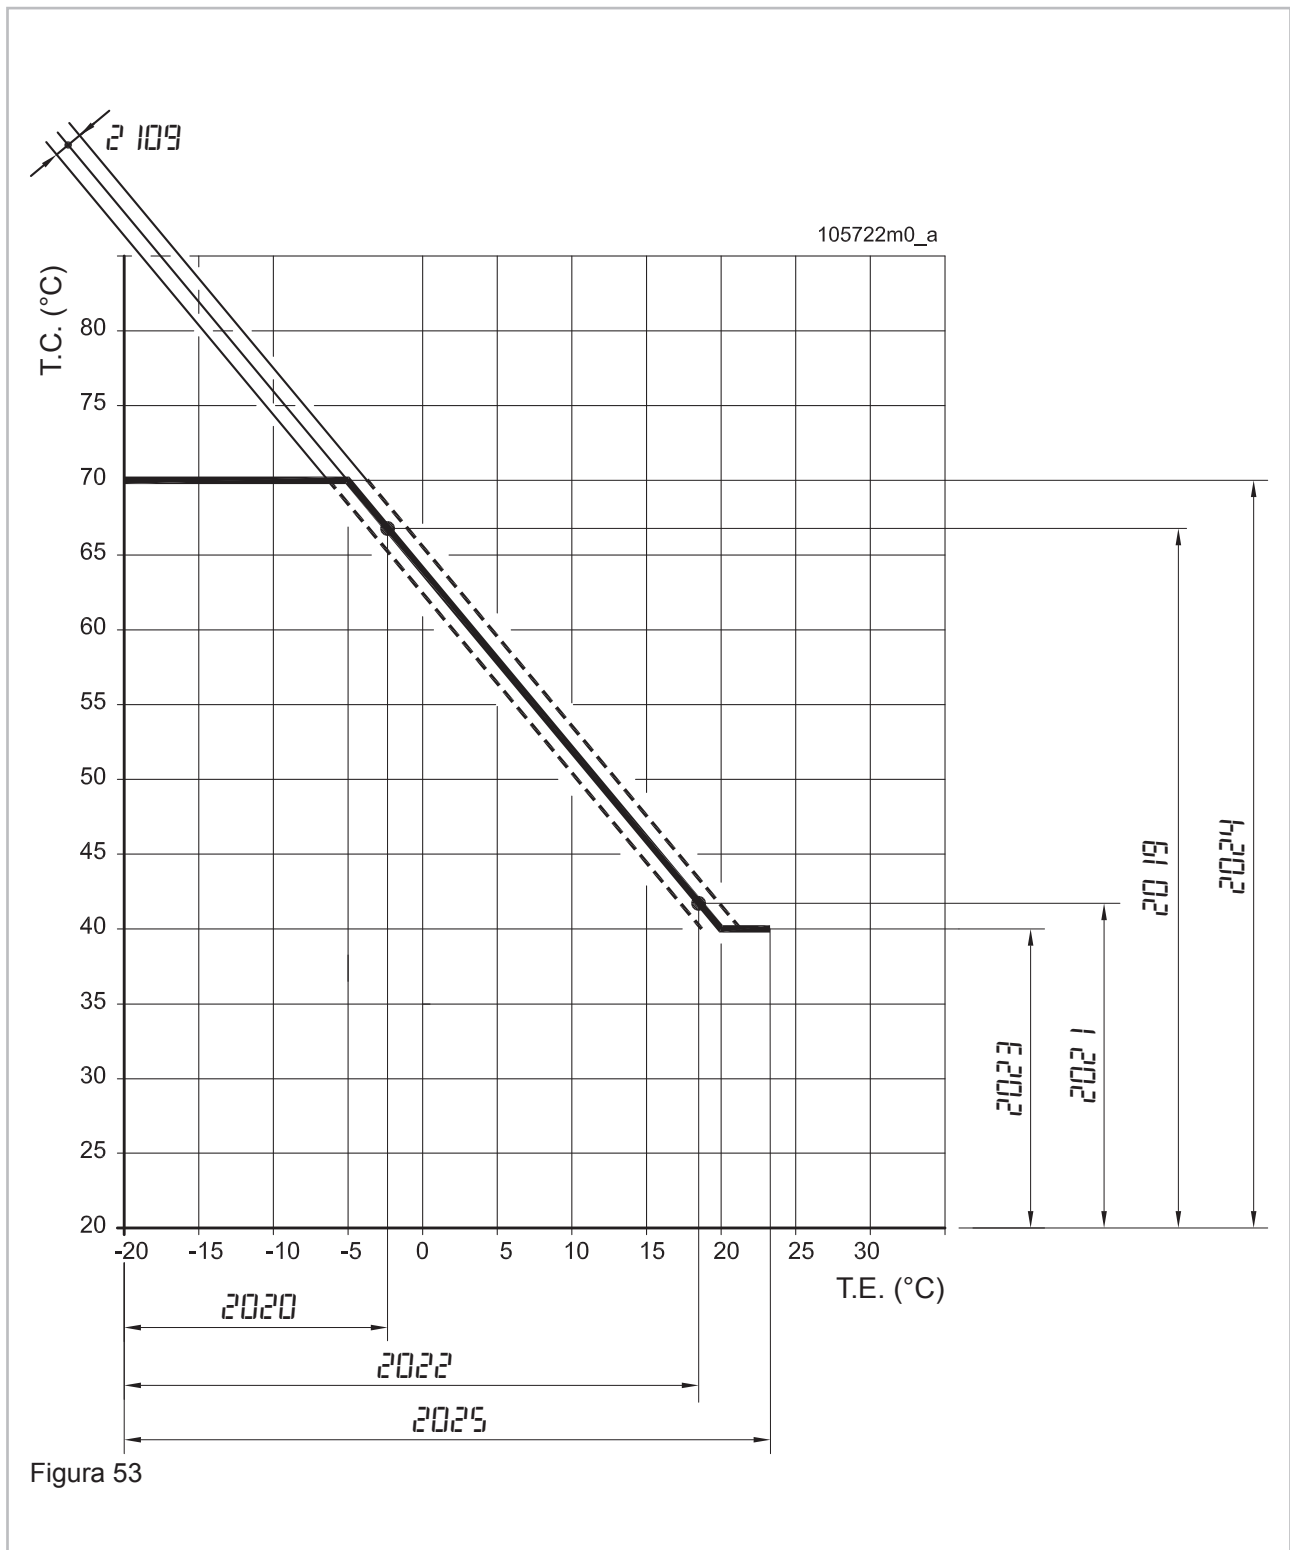

Figura 53
- **2001 = 01**; "Regolazione climatica con TA": Sul display compare l'icona , la temperatura di mandata al riscaldamento viene regolata automaticamente dal sensore della temperatura esterna secondo l'algoritmo corrispondente alla Figura 53. L'apertura e chiusura del termostato ambiente ferma od avvia corrispondentemente la pompa dell'apparecchio. Quando la temperatura esterna sale oltre il valore impostato nel parametro **2025** (Temperatura primaverile di fermo riscaldamento) il servizio riscaldamento termina. Si riavvia automaticamente quando la temperatura esterna scende nuovamente al di sotto del valore impostato nel parametro **2025**. Sarà possibile fare piccole correzioni della temperatura di mandata attraverso il parametro **2109**, come visualizzato in Figura 53.
- **2001 = 02**; "Regolazione climatica con compensazione da TA": Sul display compare l'icona , la temperatura di mandata al riscaldamento viene regolata automaticamente dal sensore della temperatura esterna secondo l'algoritmo corrispondente alla Figura 53. L'apertura del termostato ambiente riduce di un valore impostato nel parametro **2028** la temperatura di mandata al riscaldamento. La pompa dell'apparecchio rimane sempre in funzione. Quando la temperatura esterna sale oltre il valore impostato nel parametro **2025** (temperatura primaverile di fermo riscaldamento), il servizio riscaldamento termina. Si riavvia automaticamente quando la temperatura esterna scende nuovamente al di sotto del valore impostato nel parametro **2025**. Sarà possibile fare piccole correzioni della temperatura di mandata attraverso il parametro **2109**, come visualizzato in Figura 53.
Attraverso l'accesso al "profilo installatore" regolare il parametro **2001** a **01**. La temperatura di mandata riscaldamento viene relazionata al sensore della temperatura esterna secondo l'algoritmo di cui alla Figura 53. Per adattare la retta di calcolo alle varie abitazioni/condizioni climatiche occorre impostare tutti i parametri di regolazione, secondo i capitoli successivi. La temperatura di mandata calcolata è visibile nel parametro **1012**. È possibile fare degli aggiustamenti della retta attraverso il parametro **2109** come indicato in Figura 53.
Per procedere ad una corretta impostazione della temperatura di mandata è opportuno impostare immediatamente i valori corretti della retta di Figura 53. Se tali valori non danno un risultato soddisfacente, procedere con le opportune modifiche tenendo in considerazione che:
- Tramite il parametro **2109** è comunque possibile eseguire delle piccole correzioni evidenziate nella Figura 53 ovvero spostare il parallelismo della retta, a passi di 1°C in più o in meno, fino a 10°C.
I valori precedentemente consigliati sono per abitazioni aventi una coibentazione media e per zone climatiche la cui temperatura esterna di calcolo del fabbisogno termico è di -5°C (con questi dati e per un impianto ad alta temperatura si ha la corrispondenza con il grafico di Figura 53). Nel caso in cui la zona climatica sia differente, regolare il parametro **2020** "Temperatura esterna invernale" in modo da ottenere una temperatura di mandata di 70°C (40°C nel caso di impianti a "Bassa temperatura") quando la temperatura esterna è quella della base di calcolo del fabbisogno termico.
L'apertura del contatto del termostato ambiente si traduce in un traslamento parallelo verso il basso della retta (Figura 53) del valore impostato sul parametro **2028** regolabile dal "profilo installatore" (capitolo 7.16).